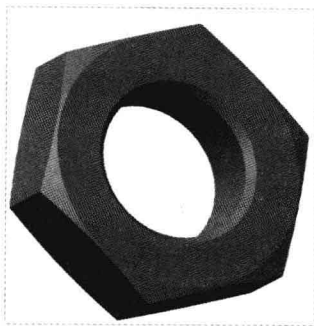

图 7-5 图形文件
Step 01 按【Ctrl+O】组合键,打开图形文件,如图 7-5 所示。